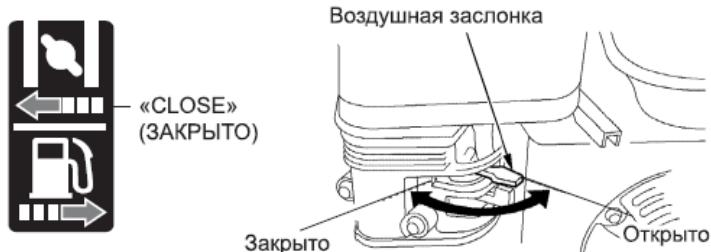

Рисунок 10 – Воздушная заслонка
- 6.3.2.** При запуске холодного двигателя рычаг воздушной должен находиться в положении «закрыто» - крайнее левое положение (рисунок 10).